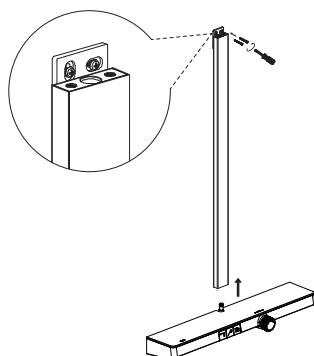

Figura 1
- d) Instale el riel de elevación en el panel termostático y atorníllelo en la pared (Figura 1).
- d) Installare la guida di raccordo sul pannello termostatico e avvitare alla parete (Figura 1).